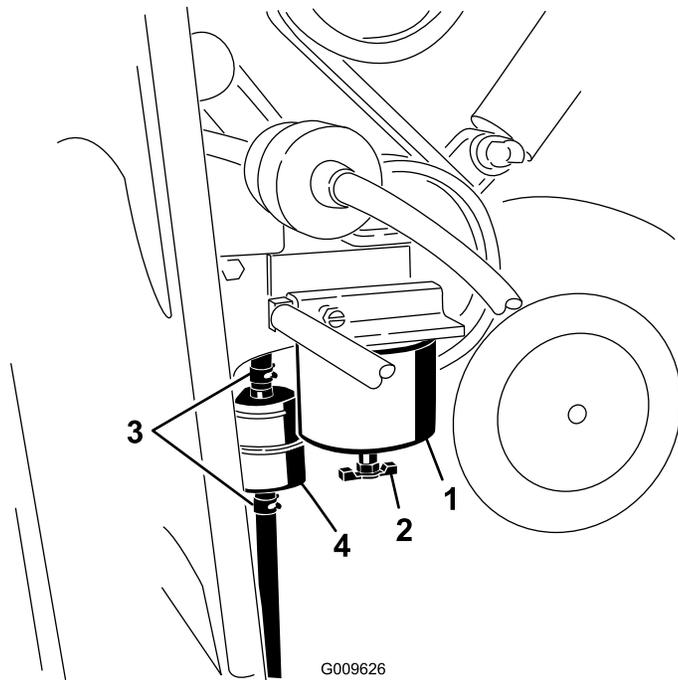

Figure 40
1. Localisez le filtre à carburant situé sur le côté droit du moteur (Figure 40) et placez un récipient dessous.
1. Localisez les filtres à carburant situés sur le côté droit du moteur (Figure 40) et placez un récipient dessous.
2. Nettoyez la surface autour des supports de la cartouche du filtre (Figure 40).
3. Déposez la cartouche et nettoyez la surface de montage (Figure 40).
5. Installez la cartouche à la main jusqu'à ce que le joint rejoigne la surface de montage. Serrez ensuite la cartouche d'un demi tour supplémentaire (Figure 40).
6. Localisez le filtre en ligne derrière la cartouche du filtre à carburant (Figure 40) et notez le sens de la flèche sur le côté du filtre en ligne.
7. Ouvrez les colliers à chaque extrémité du filtre en ligne et débranchez les flexibles (Figure 40). Mettez le filtre au rebut.
8. Branchez les flexibles au bout d'un filtre neuf (Figure 40) en veillant à orienter la flèche qui se trouve sur le filtre dans le même sens que sur l'ancien filtre.